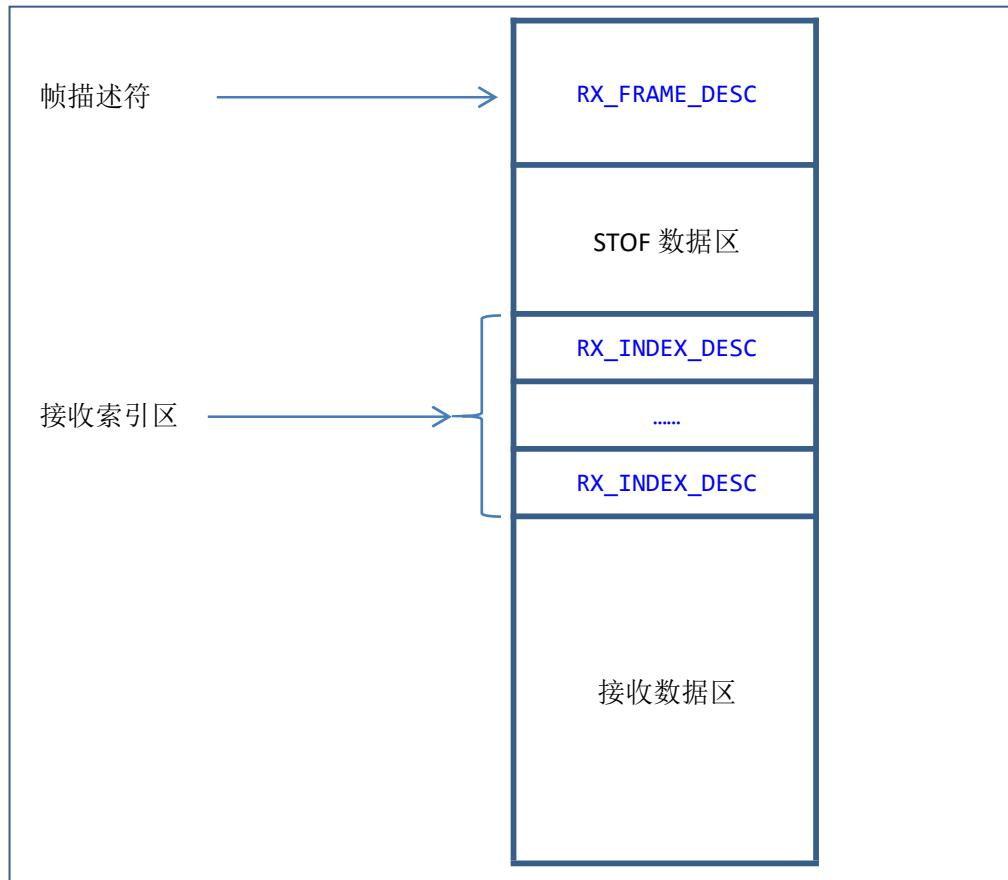

图 3 接收缓冲区结构组成
- `pbuf`: 读取到的数据存放缓冲区, 若读取到数据, 则该缓冲区中的数据结构如图 3 所示。其头部第 1 部分为帧描述符区, 第 2 部分为 STOF 数据区, 第 3 部分为接收数据索引区, 第 4 部分为真正的数据区。帧描述符与接收索引的数据结构如图 4 所示。